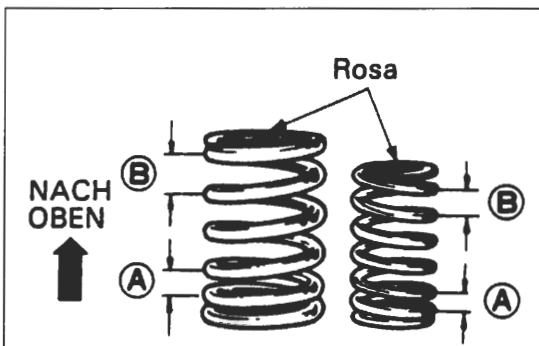

Bild 189
- Ventilderteller mit engen Windungen «A» nach unten weisend (zum Zylinderkopf hin) einsetzen, siehe Bild 189.